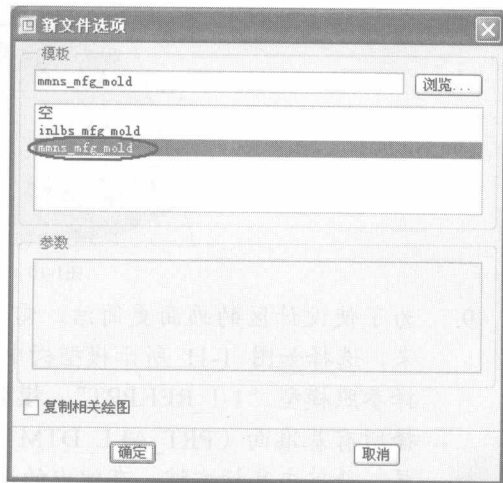

图1-8 选择公制模板
6. 系统弹出如图 1-8 所示【新文件选项】对话框，在【模板】栏选择公制模具设计模板“mmns_mfg_mold”，单击 **确定** 按钮。